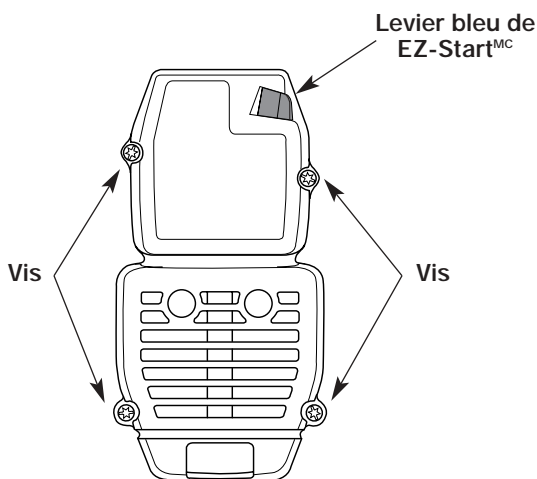

Fig. 36
1. Retirez les quatre (4) vis retenant le filtre à air/couvercle du silencieux (Fig. 36). Servez-vous d'un tournevis à mèche no. 20 Torx.
2. Insérez les quatre (4) vis dans les trous du filtre à air/couvercle du silencieux (Fig. 36) et vissez sans trop serrer.